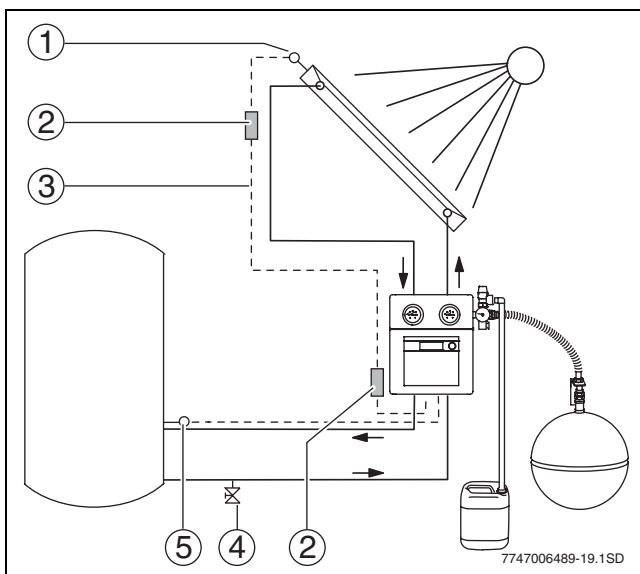

Bild 12 Kollektor- och beredartemperaturgivare på solvärmestation med integrerad regulator
- ▶ Montera en anordning för tömning av solvärmesystemet i returledningen på solvärmesystemets lägsta punkt (T-stycke med påfyllnings- och tömningskran, → bild 12, (4)).